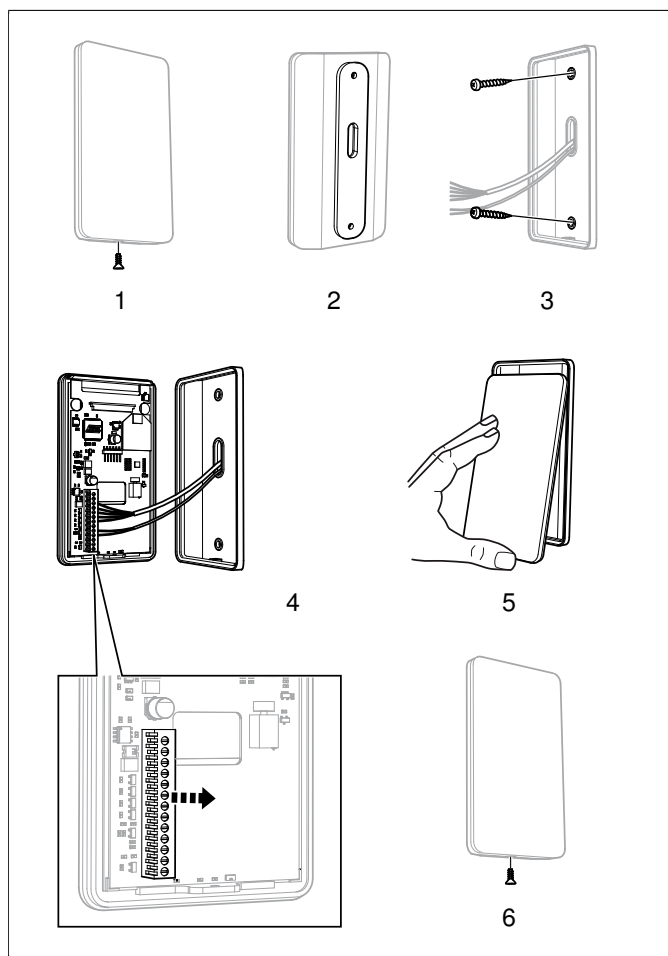

Рисунок 15: Установка панели управления
1. Ослабьте крепёжные винты панели и задней крышки (см. **Рисунок 15**, страница 7 пункт 1).
2. Приклейте уплотняющую прокладку к задней крышке (см. **Рисунок 15**, страница 7 пункт 2).
3. Открутите заднюю крышку в подходящем месте, так чтобы электрические провода проходили через соответствующее отверстие. Обратите внимание, что отверстие для крепёжного винта должно быть внизу (см. **Рисунок 15**, страница 7, пункт 3).
4. Скрепите винтами провода в клеммном соединении согласно схеме соединений (см. **Рисунок 15**, страница 7 пункт 4). Чтобы облегчить монтаж, продолговатый цоколь надо отделить от монтажной платы при привинчивании проводов. Аккуратно потяните клеммное соединение, не расшатывайте из-за риска повредить контакты (см. **Рисунок 15**, страница 7, детальное изображение).
5. Нажмите на стекло панели управления снизу и удерживайте (см. **Рисунок 15**, страница 7 пункт 5).
6. Прикрепите крепёжные винты на нижней стороне (см. **Рисунок 15**, страница 7, пункт 6).